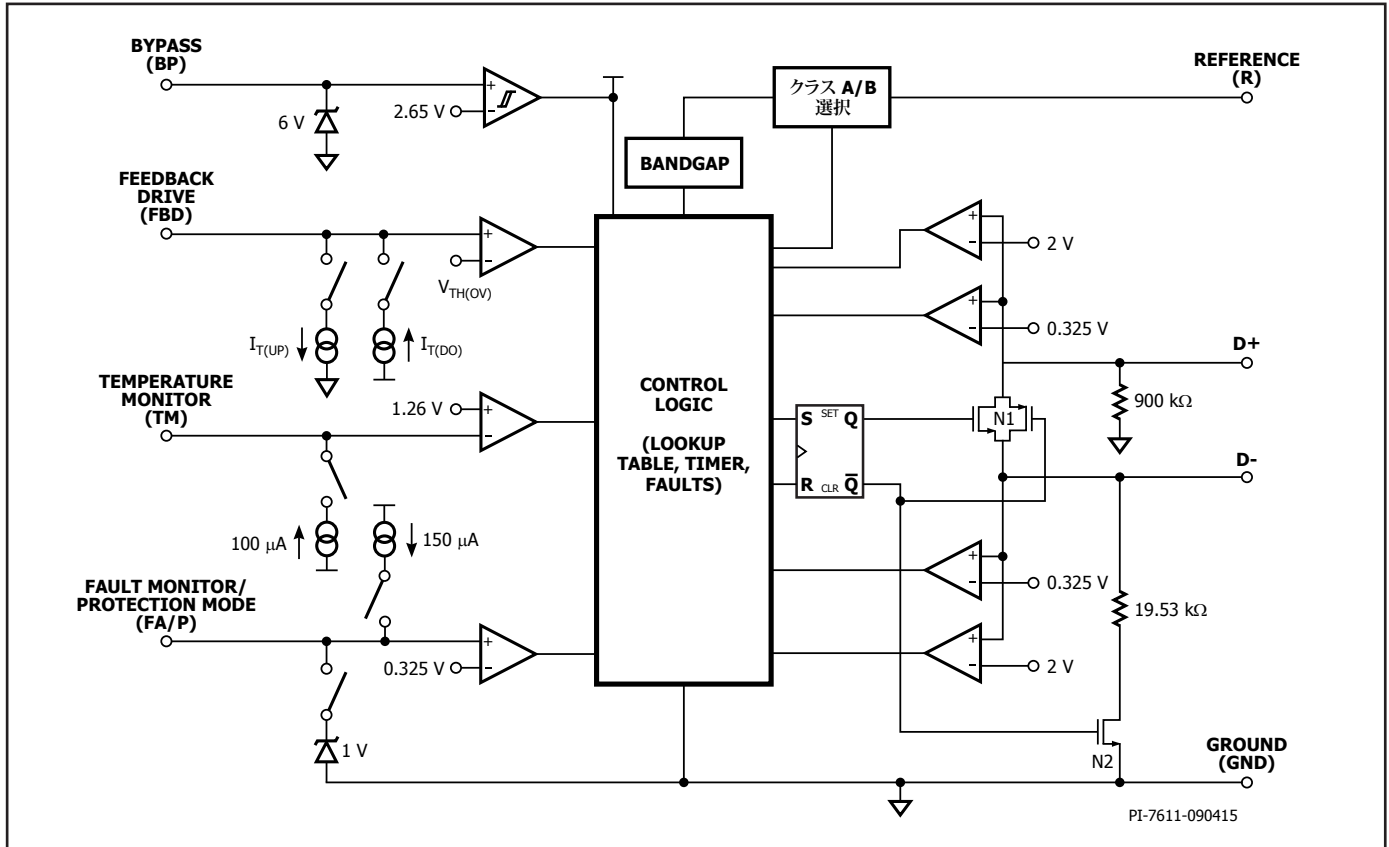

図 3. 機能ブロック図
電源起動時に、CHY103 は USB 充電規格 Rev 1.2 で説明されているように、AC-DC アダプタ (DCP) と携帯機器 (PD) 間の初期ハンドシェイクのためにスイッチ N1 (図 3 参照) をオンにして USB データライン D+ と D- を短絡します。USB BC 1.2 ハンドシェイクの完了後に Quick Charge 3.0 または Quick Charge 2.0 準拠の PD を検出すると、CHY103 はスイッチ N1 をオフにします。この時点で、Quick Charge 2.0 と Quick Charge 3.0 のプロトコル仕様で説明されているように、Quick Charge 3.0 ハンドシェイクの後に Quick Charge 2.0 ハンドシェイクが実行されます。Quick Charge 2.0 と Quick Charge 3.0 のハンドシェイクが完了すると、CHY103 はスイッチ N2 (図 3 参照) をオンにして、19.53 k Ω プルダウン抵抗を USB データラインの D- に接続します。
USB ケーブルを外すと、D+ の電圧レベルが CHY103 の内部抵抗によって下がります (図 3 参照)。電圧が 0.325 V 未満に低下すると、CHY103 はデフォルトモード (スイッチ N1 はオン、スイッチ N2 はオフ) に入り、デフォルト出力電圧の 5 V に設定します。